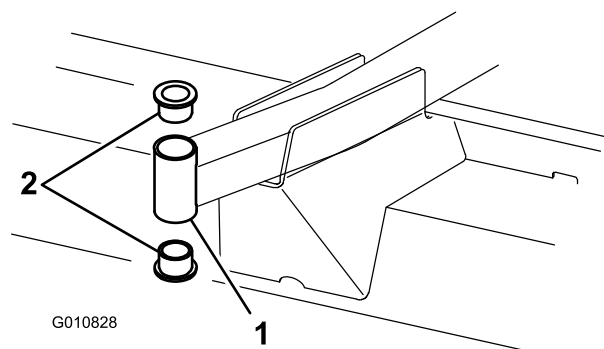

Figura 21
4. Introduza um punção para cavilhas na zona superior ou inferior do tubo de montagem e retire o casquilho para fora do tubo (**Figura 21**). Retire igualmente o outro casquilho do tubo.